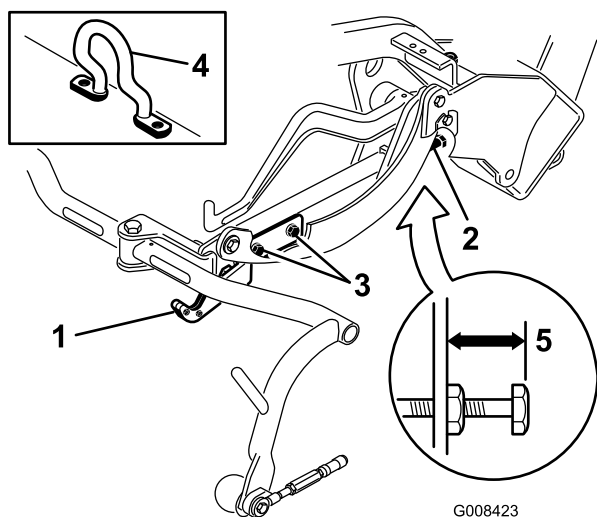
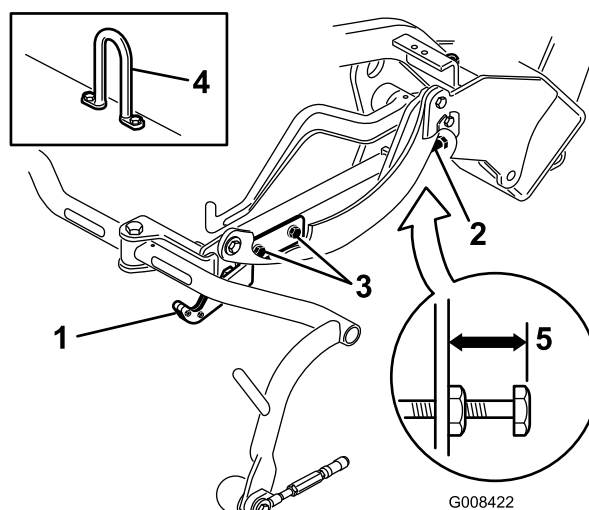
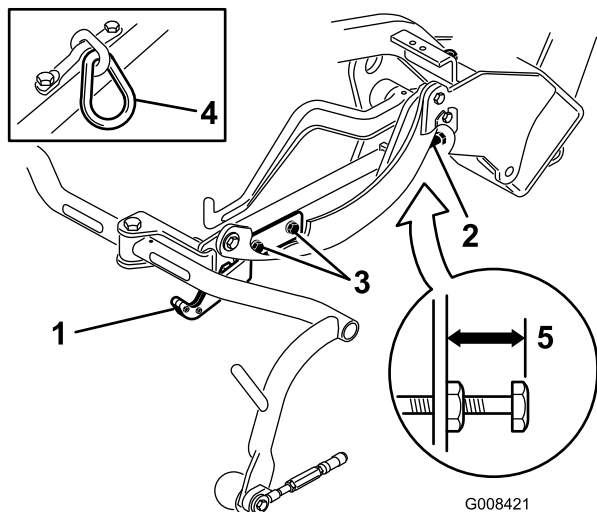

Bild 12
Bild 14
Bild 13
Prüfen Sie die Transporthöhe (Bild 13 und Bild 14) und stellen sie ggf. ein.
- An Mähwerken, die einen Versatzhubhaken haben (Bild 12, Einsatz) müssen Sie darauf achten, dass der Abstand von der Oberkante der Einstellschraube am Trägerrahmen bis zur Rückseite des Trägerrahmens 25 mm beträgt. Sollte der Abstand nicht 25 mm sein, gehen Sie auf Schritt 4.
3. An Mähwerken, die ein Kettenglied oder einen geraden Hubhaken haben (Bild 13 & Bild 14, Einsätze) müssen Sie darauf achten, dass der Abstand von der Oberkante der Einstellschraube am Trägerrahmen bis zur Rückseite des Trägerrahmens 22 mm beträgt. Sollte der Abstand nicht 22 mm sein, gehen Sie auf Schritt 4. Wenn das Mähwerk mit einem Versatzhublenker (Bild 12) ausgestattet ist, gehen Sie auf den nächsten Schritt.
4. Lockern Sie die Befestigungsschrauben an der Transportplatte (Bild 13, Bild 14 und Bild 12).
7. Wenn die Trägerrahmen nicht dieselbe Höhe aufweisen, lösen Sie die Klemmmutter an der Einstellschraube des Trägerrahmens (Bild 12, Bild 13 und Bild 14). Drehen Sie die Schraube raus, um den Trägerrahmen anzuheben, oder drehen Sie die Schraube rein, um ihn abzusenken. Ziehen Sie die Klemmmutter fest, wenn Sie die richtige Höhe eingestellt haben.